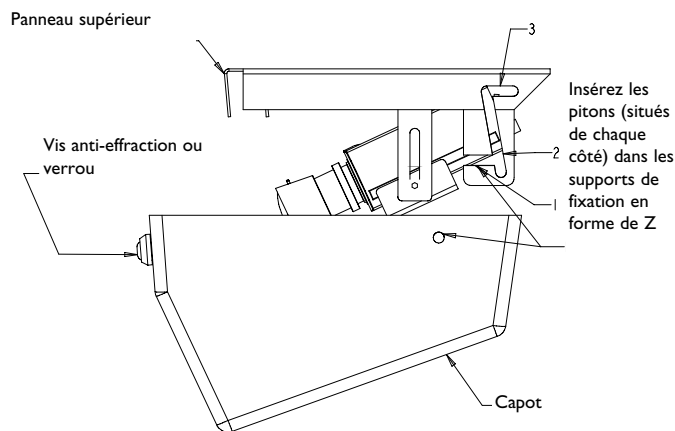

Figure 11 : Installation du capot
1. Remettez le capot en place en alignant les deux pitons situés à l'arrière du capot avec les ouvertures des supports de fixation en forme de Z situés sur le panneau supérieur. Faites glisser le capot vers l'arrière, puis vers le haut et enfin vers l'arrière. Fixez la vis anti-effraction ou ouvrez le verrou au moyen de la clé. Veuillez vous référer à la figure 11.